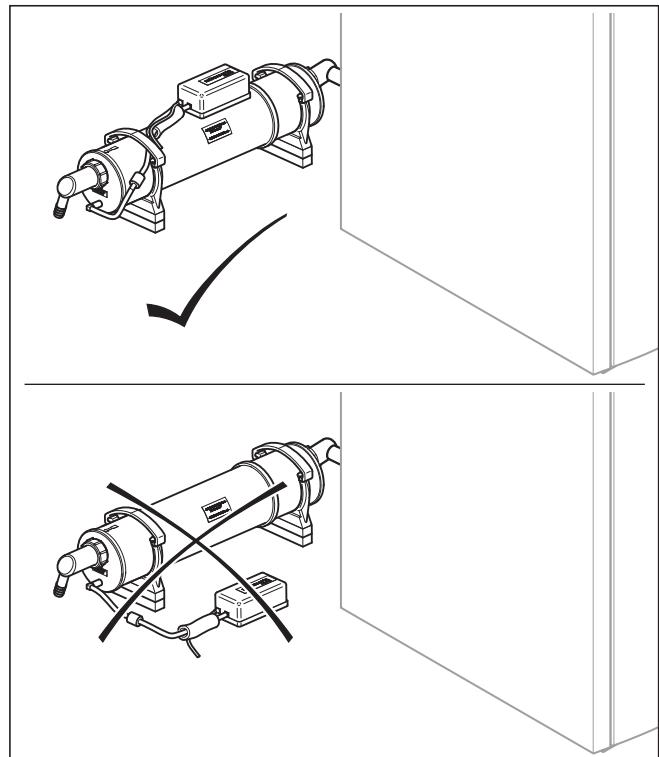

Abb. 3.3 Montage der Boosterpumpe
- Befestigen Sie die Boosterpumpe auf der Neutralisationseinrichtung mittels Pilzkopf - Klettstreifen (→ Abb. 3.3).